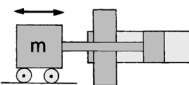

Fig. 3 $h = 1$ ou mais
- 3) Usando um tipo guia para operação horizontal: índice de carga $\gamma = 1$ (Fig. 3)